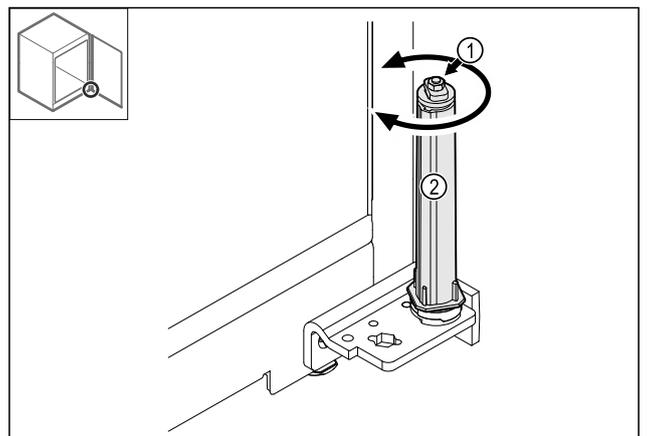

Fig. 37
- Ne pas démonter le raccord vissé Fig. 37 (1) du système de fermeture.
- Faire tourner le système de fermeture Fig. 37 (2) jusqu'à entendre un clic.